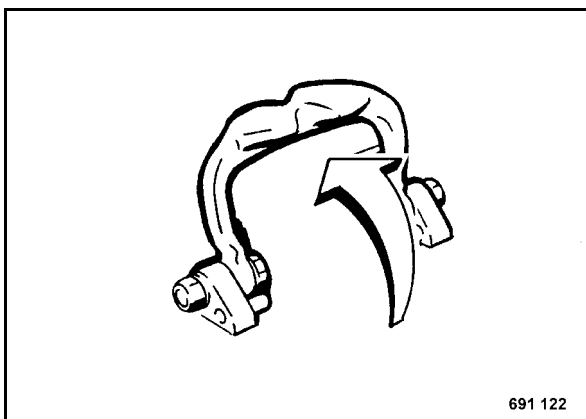

рис. 32
- Откинуть подъемную скобу (рис. 32).